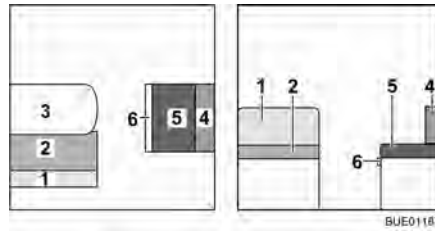

Fig. 114 Prima della trasformazione
- Trasformare il tavolo (Fig. 114,3) in struttura di supporto letto (vedi paragrafo 6.10).
- Rimuovere il cuscino dello schienale (Fig. 114,1) e riporlo.